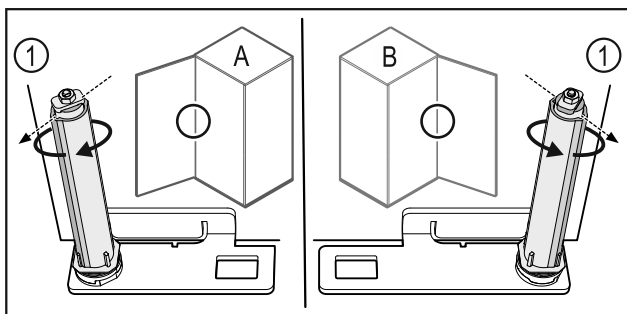

Fig. 51 Linksanschlag (A) / Rechtsanschlag (B)
- Schließsystem gegen den Widerstand drehen, bis der Steg des Schließsystems Fig. 51 (1) nach außen zeigt.